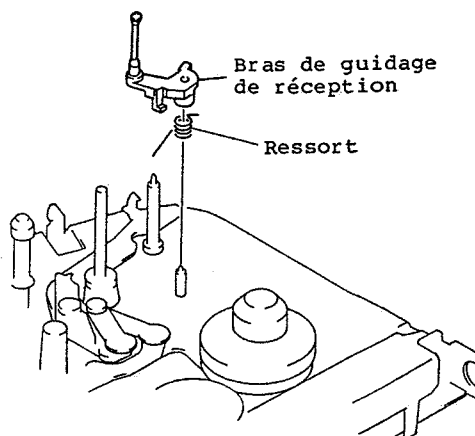

Fig. 2-83
1. Libérer le ressort placé entre le bras de guidage de réception et le châssis. (Se reporter à la figure 2-83)